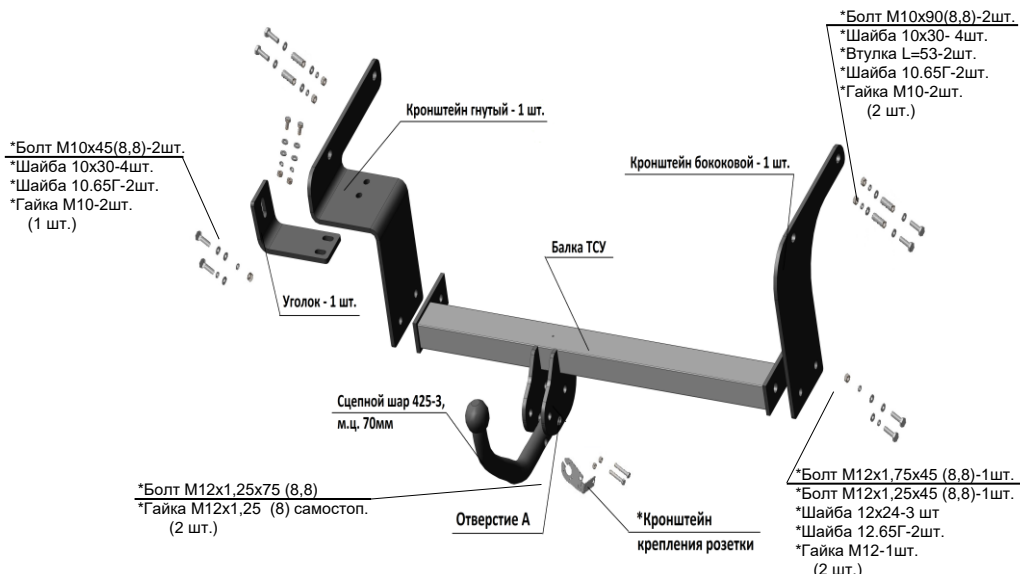

Рис.1 Тягово-цепное устройство ТСУ 2041.
2.1 ТСУ 2041 в сборе (рис.1)	1 шт.
2.2 Пакет с комплектующими (см. рис.1) Защитный колпак	1 шт. 1 шт.
4.3 Закрепить боковые кронштейны к боковым внешним полкам лонжеронов а/м болтами М10х90 и гайками М10 (болты ставить с внешних сторон лонжеронов соответственно рис.1), под головки болтов подложить шайбы 10х30, под гайки слева (по ходу а/м) подложить шайбы 10.65Г, справа под гайки подложить шайбы 10.65Г и шайбы 10х30. Внутри лонжеронов установить дистанционные втулки. Крепеж не затягивать.